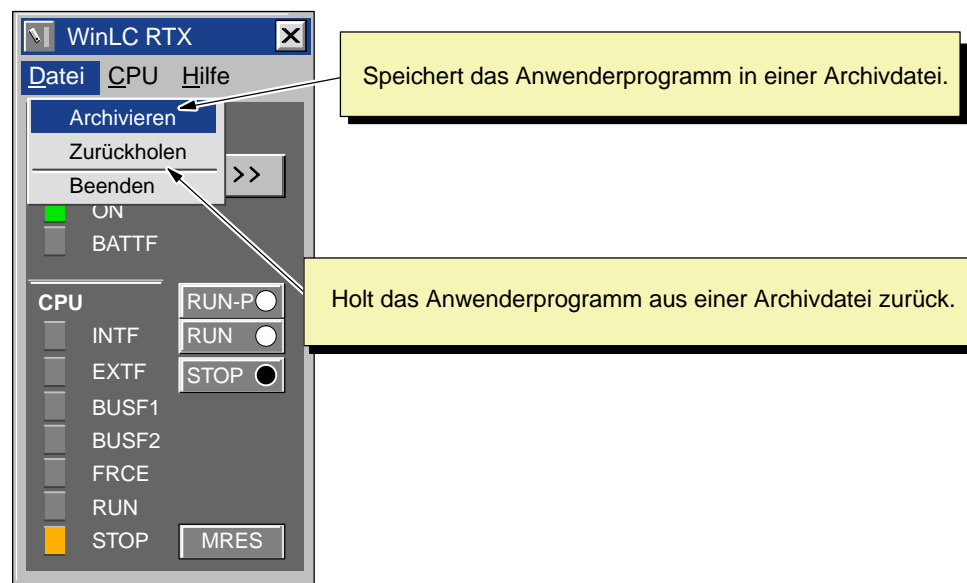

Bild 4-24 Befehle zum Archivieren und Zurückholen in WinLC RTX
Wie Sie in Bild 4-24 sehen, erstellen Sie eine Archivdatei mit dem Menübefehl **Datei > Archivieren** im Control Panel. Daraufhin öffnet sich ein Dialogfeld, in dem Sie die Archivdatei unter einem bestimmten Namen speichern können. Auf diese Weise können Sie mehrere Archivdateien anlegen.
3. Wählen Sie im Control Panel den Menübefehl **Datei > Zurückholen** (siehe Bild 4-24).